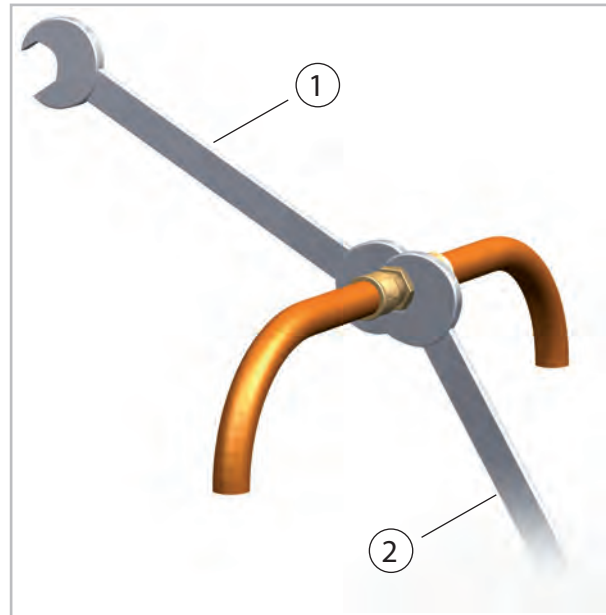

Abb. 35: Verschraubungen anziehen
11. ➤ Befestigen Sie nun endgültig die Verschraubungen mit 2 Maulschlüsseln geeigneter Schlüsselweite. Halten Sie während des Schraubens auf jeden Fall mit einem Maulschlüssel gegen (Abb. 35).